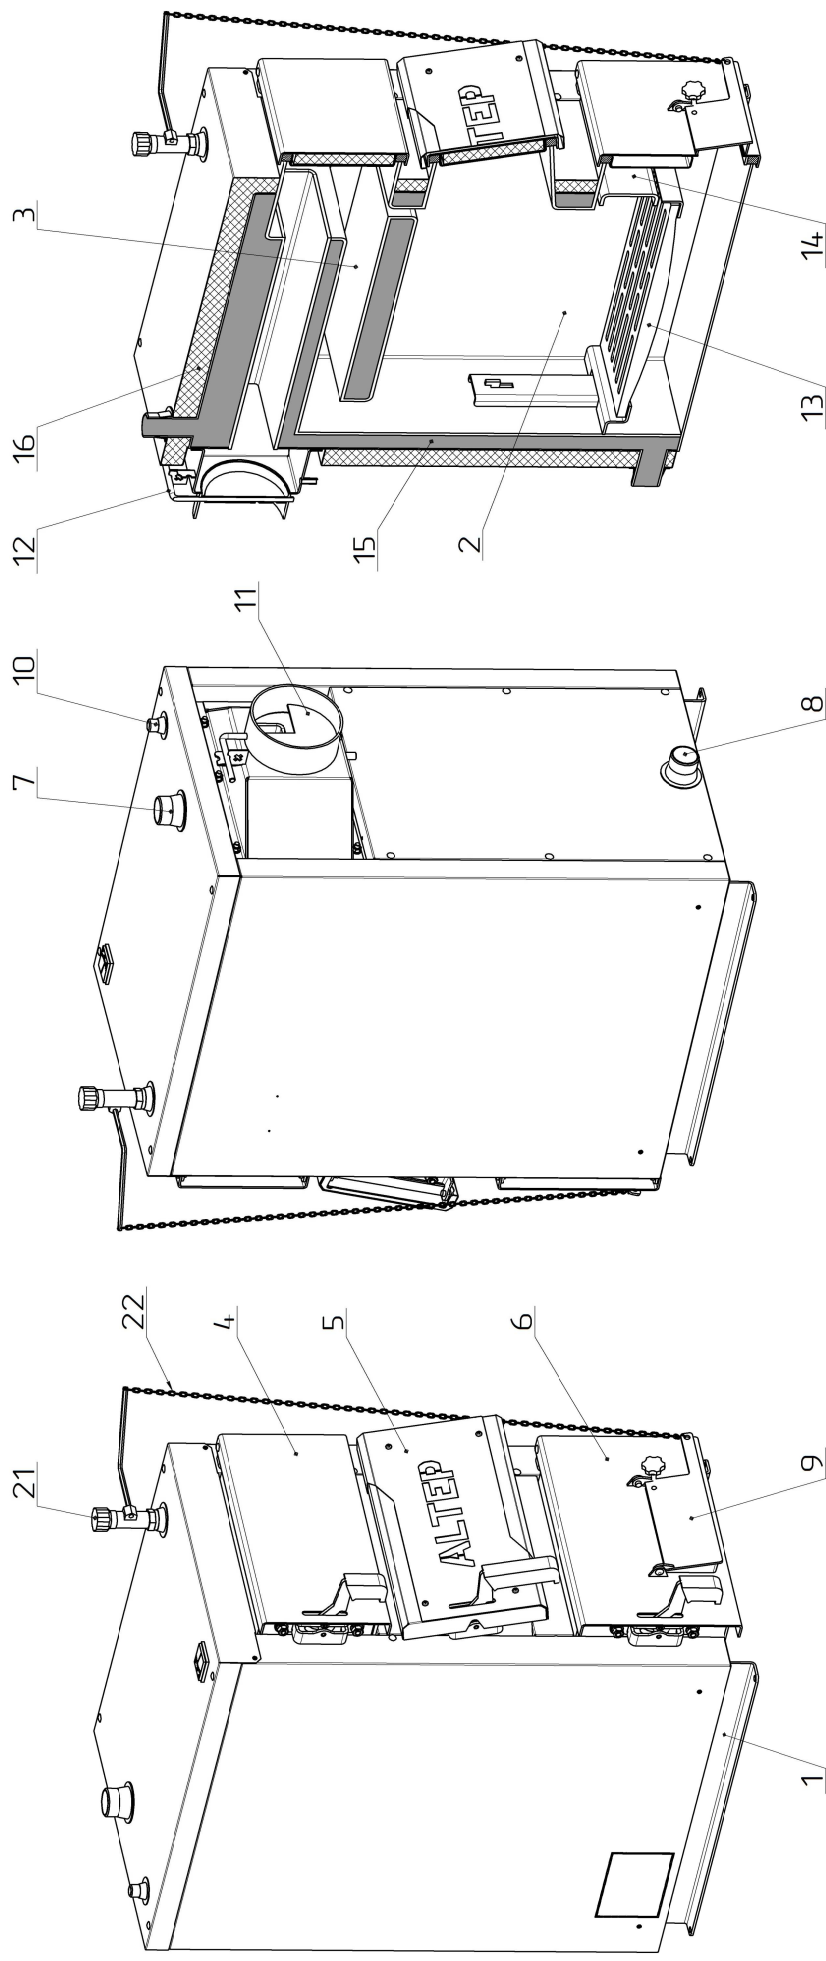

Рисунок 2 – Основні елементи котла Alter-Compact
Конструктивно котел являє собою збірно-зварену конструкцію, що складається з корпусу (поз. 1, рис. 2) з камерою згоряння (топкою) (поз. 2, рис. 2). Конвекційна частина котла складається з двоходового теплообмінника (поз. 3, рис. 2), який розташований безпосередньо над топкою.
Корпус котла виконаний в формі паралелепіпеду з подвійними стінками, які розділені водними перегородками (поз. 15, рис. 2). На зовнішній поверхні корпусу під декоративною обшивкою закріплена теплова ізоляція. (поз. 16, рис. 2).
Паливо для процесу спалення завантажується на колосникові ґрати (поз. 13, рис. 2) крізь завантажувальні дверцята (поз. 5, рис. 2). Згоряння палива в топці відбувається за участю повітря, яке постачається крізь вікно клапана подачі повітря (поз. 9, рис. 2), що закривається кришкою, під колосникові ґрати. Кількість повітря, необхідного для процесу згоряння, регулюється механічним регулятором тяги (поз. 17, рис. 2), який шляхом натягу або послаблення ланцюга (поз. 18, рис. 2) керує положенням кришки клапана. **Регулятор тяги не входить до комплекту поставки котла.**
Підведення і відведення теплоносія здійснюється відповідно через патрубки зворотної мережної води (поз. 8, рис. 2) і прямої мережної води (поз. 7, рис. 2).
Топочні гази виходять у димохід крізь боров (поз. 11, рис. 2), розташований у задній частині котла. Боров обладнано вбудованим дросельним клапаном продуктів згоряння – шибером (поз. 12, рис. 2). У випадку надто високої тяги у димоході шибер дає можливість її знизити шляхом часткового перекривання вихідного отвору борова.
У верхній частині корпусу котла розташований штуцер для встановлення запобіжного клапана котла (поз. 10, рис. 2).
Ревізійний дверцята (поз. 6, рис. 2), що розташовані на передній стінці котла, необхідні для періодичного чищення колосникових ґрат, а також для можливості спорожнення підколосникової зони.
Для можливості періодичного обслуговування (чищення) теплообмінника передбачені дверцята поз. 4 (рис. 2).
Боров котла обладнано вбудованим дросельним клапаном продуктів згоряння — шибером (поз. 12, рис. 2), за допомогою якого можна регулювати величину тяги в димоході.
Приєднання котла до опалювальної системи необхідно здійснювати за допомогою муфт або фланців. Трубопровід прямої мережної води потрібно приєднати до патрубку прямої мережної води (поз. 7, рис. 2). Трубопровід зворотної мережної води потрібно приєднати до патрубку зворотної мережної води (поз. 8, рис. 2).
Регулятор тяги (поз. 17, рис. 2) необхідно приєднати до патрубка з внутрішньою різьбою, який знаходиться у верхній частині корпусу котла (див. рис. 2). Різьбове з'єднання при цьому потрібно ущільнити. Регулятор повернути таким чином, щоб наконечник для закріплення шестигранного важеля (з комплекту регулятора) був направлений вперед.
На місце пластикової захисної трубки необхідно вставити шестигранний важіль стороною без отвору. Для фіксації важеля необхідно затягнути гвинт. При цьому вільний кінець важеля повинен знаходитися над отвором у кришці клапана подачі повітря поз. 9 (рис. 2), а його плече повинно бути якнайближче до горизонтального положення.
9.1.1 Провести завантажування палива в топку котла. Для цього відкрити завантажувальні дверцята (поз. 5, рис. 2) та укласти на колосникові ґрати (поз. 13, рис. 2) шар палива до меж нижньої кромки завантажувальних дверцят. На укладений шар палива розмістити розпалювальний матеріал: папір, тріски, дрова (у переліченій послідовності). Повністю відкрити шибер (поз. 12, рис. 2) на борові котла.
9.1.3 Кнопкою на регуляторі тяги (поз. 17, рис. 2) встановити «60 °С». Відлік температури здійснювати по червоній шкалі.
9.1.4 Коли температура теплоносія дійде до 60 °С, через декілька хвилин відкоригувати підвіску ланцюжка таким чином, щоб кришка клапана подачі повітря (поз. 9, рис. 2) залишалась відкритою на 1-2 мм.